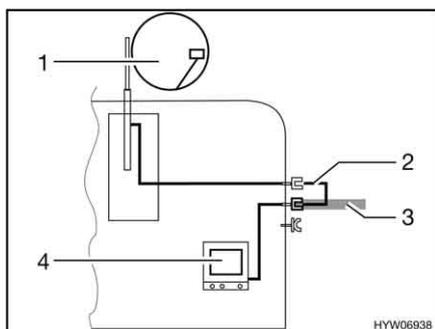

Fig. 150 Televisão no veículo
- Televisão no veículo (Fig. 150,4): Ligação da antena exterior (Fig. 150,1) com cabo de ligação (Fig. 150,2)
- Televisão no veículo (Fig. 150,4): Ligação à antena exterior (Fig. 150,3)